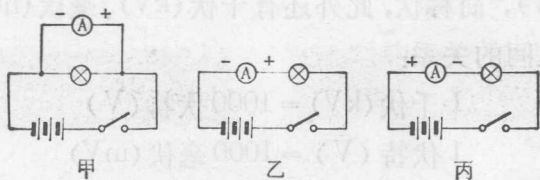

图 1-2-4
4. 判断图 1-2-4 所示的电路中，电流表的使用是否正确？